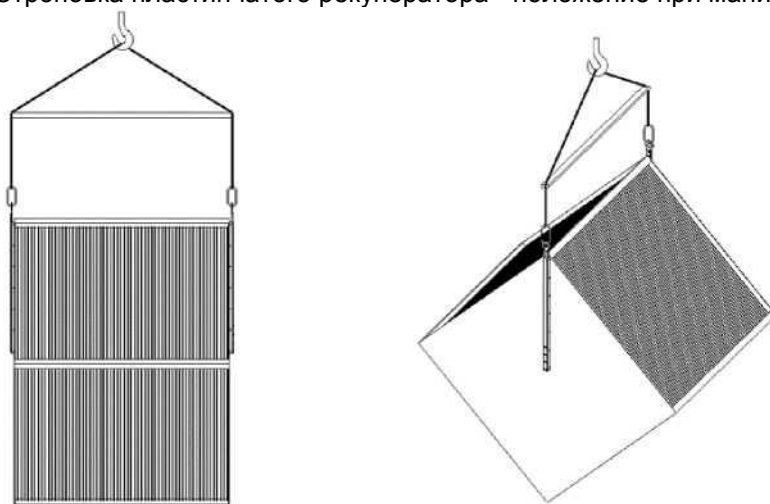

Рисунок 6 Закрепленный пластинчатый рекуператор
- Maximální přesahy trubky A max = 150mm, viz Obrázek 6	- Максимальный вынос трубы A max = 150 мм, см. Рисунок 6